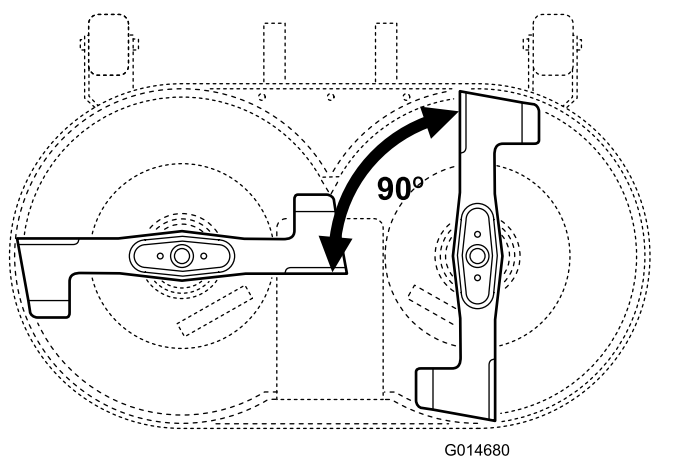

Figura 44
2. Posizionate le lame a 90° l'una dall'altra (Figura 44).